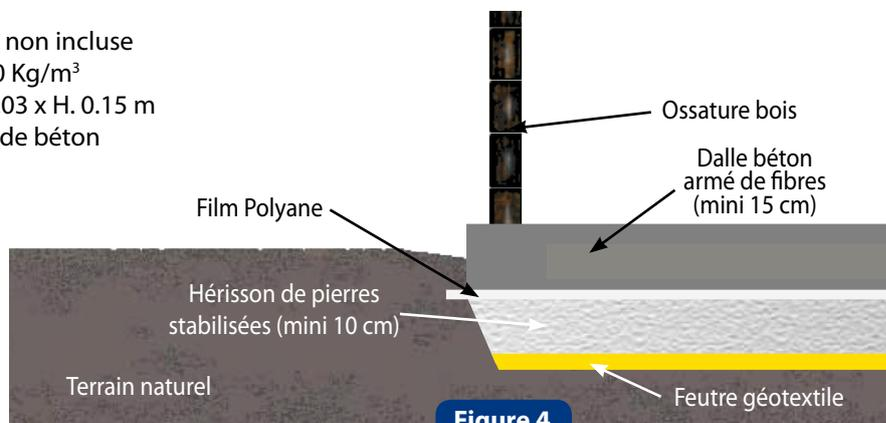

Figure 4
- Coulez une chape en béton (figure 4), armé de fibres (dosée à 350 kg/m³), parfaitement talochée ou lissée car le moindre défaut peut être visible. Épaisseur minimum 15 cm.
Attendez 3 semaines minimum le séchage complet de la dalle avant de continuer l'installation de votre piscine (figure 4).